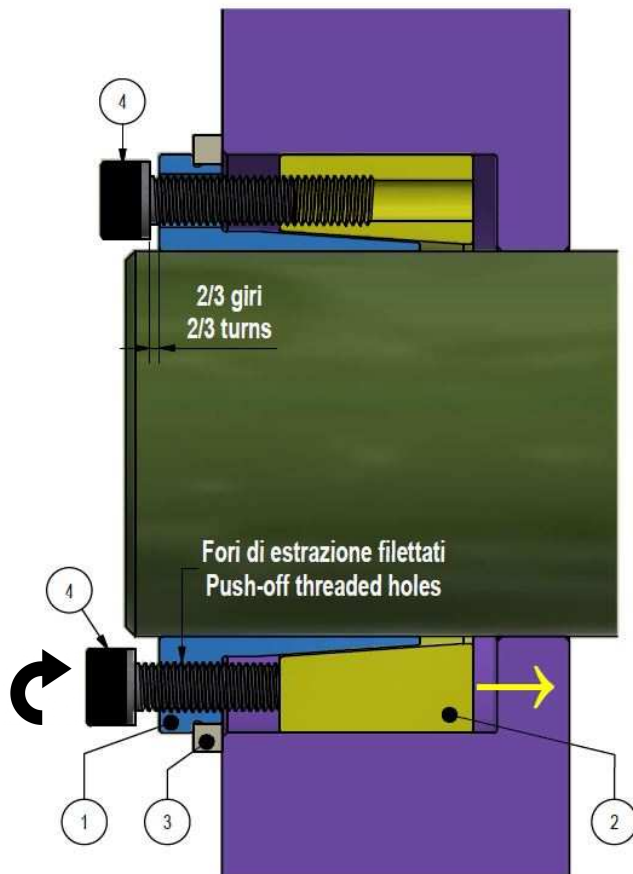

Fig. 4. Sbloccaggio dell'anello esterno.
2. Allentare tutte le viti di due/tre giri e spostarne un numero corrispondente in tutti i fori di estrazione filettati dell'anello interno. Sbloccare l'anello esterno, **avvitando progressivamente queste viti in più passate, secondo uno schema a croce, serrando di  $\frac{1}{4}$  di giro circa ad ogni passata (fig. 4)**. Partire con una vite posizionata a circa  $90^\circ$  rispetto al taglio; le viti adiacenti al taglio vanno serrate in sequenza.